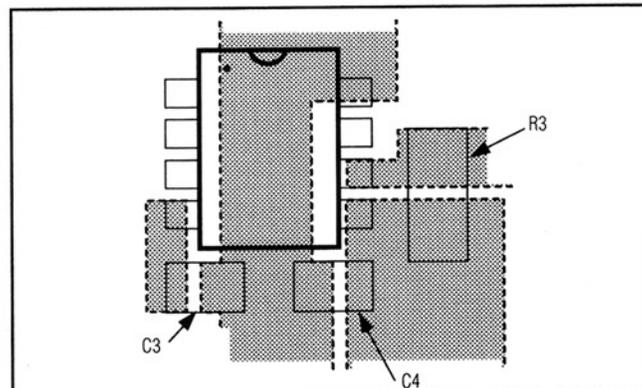

図8. R3、C3及びC4の推奨配置及び配線
- 1) 電流センス抵抗($R3$)は、 $V+$ ピンと CS ピンの間でMAX774から5mm以内の位置に配置します。 $V+$ 及びリファレンスパイパスコンデンサ($C3$ 及び $C4$)は、該当するピンにできるだけ近く配置することが必要です。図8に、これらのコンポーネントの推奨レイアウトと配線を示します。